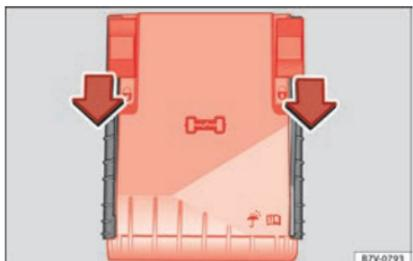

Fig. 60 No compartimento do motor: tampa da caixa de fusíveis.
- Desloque as patilhas de bloqueio para a frente, no sentido indicado pela seta para desbloquear a tampa da caixa de fusíveis » » **Fig. 60**.